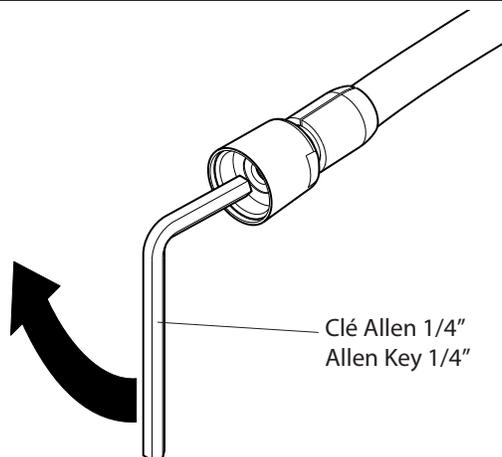

Fig. 12.1
- Serrer le joint rotatif du **tuyau du vaporisateur** à l'aide d'une clé Allen 1/4" (fig. 12.1).
- Tighten the ball joint of the **hand sprayer hose** using an Allen key 1/4" (fig. 12.1).